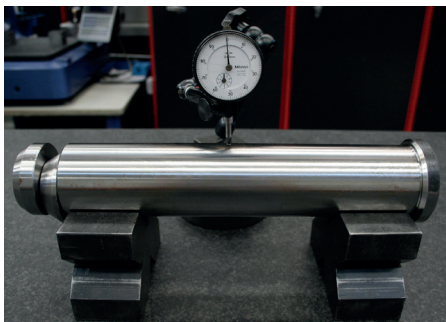

Fig.8
5.2 Effectuer au moins tous les 12 mois un contrôle de cylindricité pour vérifier eventuelles déformations permanentes (voir **Fig.8**): il est suffisant de vérifier que la broche tourner librement sur son axe à l'intérieur du support.
5.4 En cas des imprévus effondrements des cordes / chaînes de levage avec un conséquent surcharge sur les broches de manutention, soumettre ceux-ci au contrôle de cylindricité (voir **Fig.8**) pour vérifier eventuelles déformations; en cas des erreurs supérieurs à 0,3 mm remplacer les broches intéressées; remplacer les vis de fixation et vérifier la correcte fermeture selon la tableau mentionné dans la notice.
5.5 En cas de collisions accidentelles dans le zones d' élingue pendant les opérations de soulèvement / mouvementation / renversement, soumettre ceux-ci au contrôle de cylindricité pour vérifier eventuelles déformations; en cas des erreurs supérieurs à 0,3 mm (voir **Fig.8**) remplacer les broches intéressées; soumettre les chapes de manutention au contrôle visuel pour vérifier eventuelles déformations et si nécessaire remplacer eux; remplacer les vis de fixation et vérifier la correcte fermeture selon la tableau mentionné dans la notice.